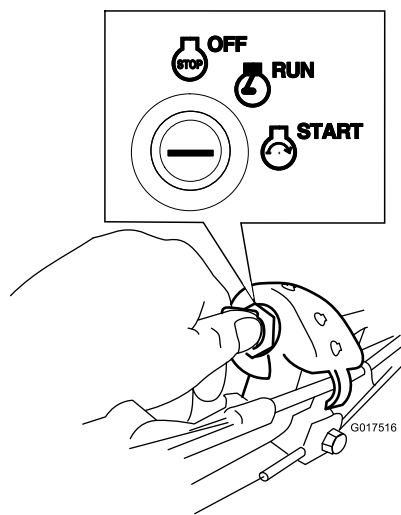

Figure 17
- **Clé de contact :** Tournez la clé de contact et maintenez-la à la position de démarrage (Start) (Figure 17); relâchez-la dès que le moteur démarre.
1. Tournez la clé de contact à la position CONTACT (Figure 17).